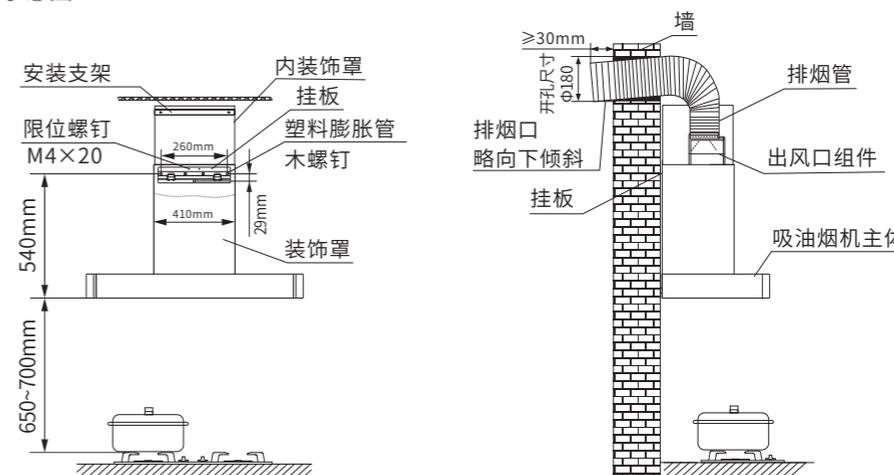

图3 CXW-260-TA02吸油烟机安装示意图
- ①安装挂板:按图3所示尺寸,在坚实的墙面上根据挂板上的孔距准确确定3个水平安装孔的位置(机体安装后保持水平,以免使用时油杯倾斜而使油污溢出)。在孔位置上分别钻出一个直径为10mm的孔,孔深为50mm至60mm,牢固埋设3颗直径为10mm的塑料膨胀管,然后将3颗ST5×50mm木螺钉旋入塑料膨胀管紧固挂板。
- ②安装出风口组件:卸下主箱体顶部出风口处十字槽盘头螺钉,然后对好出风口组件的孔位,分别用卸下的螺钉将出风口组件紧固在箱体上。
- ③卸下出风口组件上的卡环,将其嵌套在排烟管接头上,再对齐出风口组件上的卡扣处按下卡环至底即可紧固排烟管。
- ④将整机托起,主箱体背面的挂孔对准挂板上的挂钩挂稳,然后将配件袋里的2颗M4×20十字槽扁圆头螺钉固定在挂板上的限位孔中,以有效防止吸油烟机意外跌落。
- ⑤安装油杯:将油杯对准导油环底部的卡钩,轻轻水平向内推至限位位置即可固定好油杯。
- ⑥将排烟管一端固定在出风口座上,弯曲角度以大于120度为宜;另一端引至户外至少30mm,墙面开孔尺寸为Φ180,排烟管折弯尽量少(一般一个)弯曲角度,室外的出口应略低于室内,以防油污回流。如有公共烟道,为了不影响整机性能,应配套与排烟管内径等等的公共烟道止逆阀。(如图3所示)
- ⑦如需安装内装饰罩,按实际需要内装饰罩拉至适当高度,再参考安装油烟机挂板的方法钻出2个孔,牢固埋设2颗直径为10mm的塑料膨胀管,然后将2颗ST5×50mm木螺钉旋入塑料膨胀管紧固安装支架,并用2颗M4×8螺钉将内装饰罩与安装支架固定在一起,确保无任何松动现象。